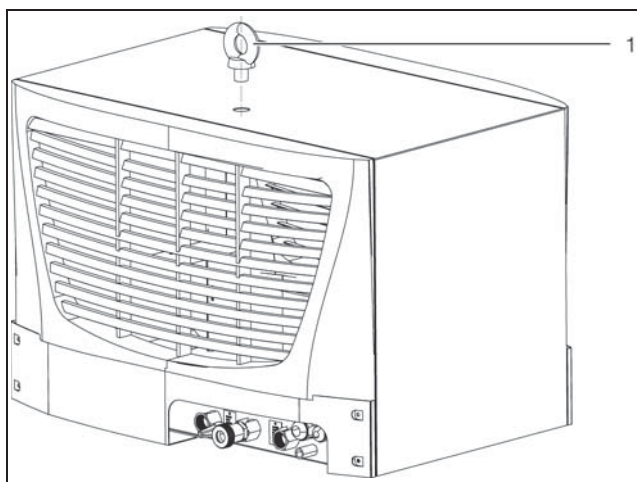

Fig. 17 : Anneau de transport (3318.600 représenté à titre d'illustration)
- Transporter le refroidisseur d'eau uniquement sur la palette livrée ou à l'aide des anneaux de transport prévus à cet effet (fig. 17, pos. 1).